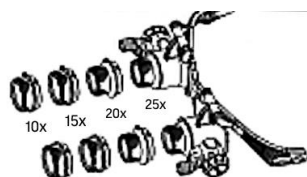

fig. 1
Cet outil est livré avec 4 paires de lentilles grossissantes gauches/droites (E), chacune ayant un grossissement différent (fig. 1).